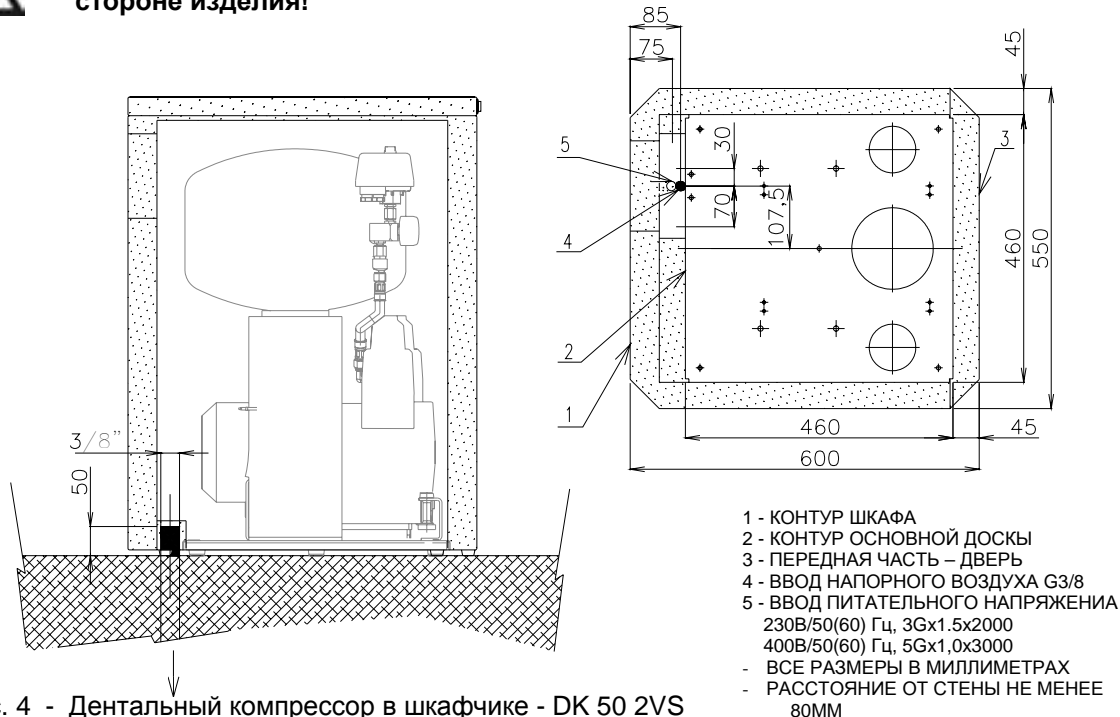

Рис. 4 - Дентальный компрессор в шкафчике - DK 50 2VS
8.4. Установка изделия (рис. 4)
шкафчика вправо- влево и вперед- назад. Проверить, правильно ли выведены напорный шланг, шланг стока и электрический шнур через заднее отверстие в шкафчике. Напорный шланг с наконечником присоединить к электроприбору. Компрессор включить с помощью реле давления (2), поворачивая выключатель (3) в положение „I“ (рис.4). Передние двери компрессора установить и привинтить к шкафчику. В отверстия от винтов вставить заглушки. В самом конце всунуть вилку сетевого шнура в розетку.